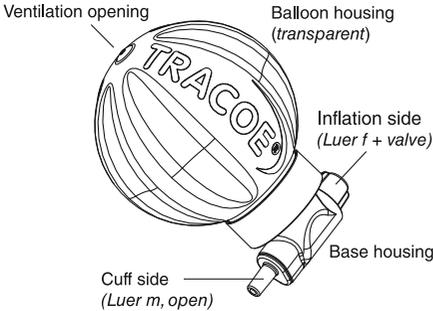
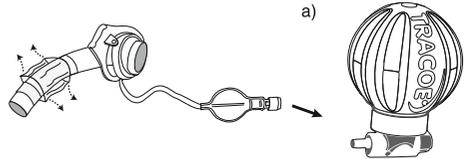
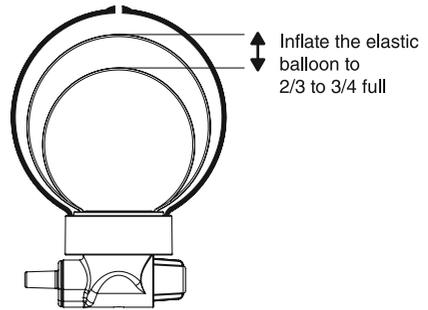

图1: TRACOE智能气囊管理系统的组件和接口
图2: 连接充气管线和外鲁尔接口
图3: 规定的充气大小
TRACOE智能气囊管理系统包括一个球形硬质（透明）外壳，弹性内气囊（蓝色）连接到带有内外鲁尔接口的底座外壳（图1）。本器械旨在确保在使用过程中，气管内插管/气管切开插管气囊压力维持在20 cm H₂O至30 cm H₂O的范围内。通过被动控制可达至此范围，即本器械的内气囊（蓝色）充当压力容器，允许空气在气囊与气管内插管/气管切开插管气囊之间流动，以维持该压力范围。
小心：内气囊的阻压功能仅在一个方向上有效，以允许充气或监测气管内插管/气管切开插管气囊压力，当气囊压力监测器或注射器插入鲁尔接口（本器械充气侧）（图1）时，该功能未被激活。
- TRACOE智能气囊管理系统初次充气未达到20 cm H₂O至30 cm H₂O的压力范围，内气囊没有膨胀到接近其最大容量的2/3-3/4（图3）。
弹性内气囊（蓝色）位于球形硬质（透明）外壳内。此内气囊连接到带有两个鲁尔接口的底座外壳（白色）（图1）：
此内鲁尔接口有一个自密封阀，可防止在拆除注射器或压力测量装置后气体流动，参见图1。
- 防止液体进入TRACOE智能气囊管理系统通风口（外壳顶部，图1）；例如，请勿在佩戴本器械的情况下沐浴或淋浴。
- TRACOE智能气囊管理系统通风口（外壳顶部）必须保持开启和畅通无阻（图1）。
将气管内插管/气管切开插管（HVLPG气囊被放气或已充气）置于患者体内后，插入TRACOE智能气囊管理系统底座的外鲁尔接口（外鲁尔接口，图1），轻轻转动，固定连接（图2），TRACOE智能气囊管理系统即被连接到气囊充气管线（指示气囊）开口端。
TRACOE智能气囊管理系统连接到气囊充气管线后，将气囊压力监测器或注射器插入底座的内鲁尔接口（内鲁尔接口，图1），注入足量空气，给蓝色内气囊充气，使直径达到外壳的2/3 - 3/4（图3）即可。
TRACOE智能气囊管理系统通风口（外壳顶部）必须始终保持开启和畅通无阻，参见图1。
在29天的整个使用期间，TRACOE智能气囊管理系统的内气囊可能需要重新注入空气，以维持2/3 - 3/4的充满率（图3）。要想给内气囊重新注入空气，应遵循第8.1节规定的充气程序。如果气囊容量太低，气囊压力可能会增加。
小心：TRACOE智能气囊管理系统不可浸入水、消毒液或任何其他液体。必须注意避免液体进入鲁尔接口和通风口，参见图1，因为这会影响阻压功能，阻碍维持气囊压力所需的气流。